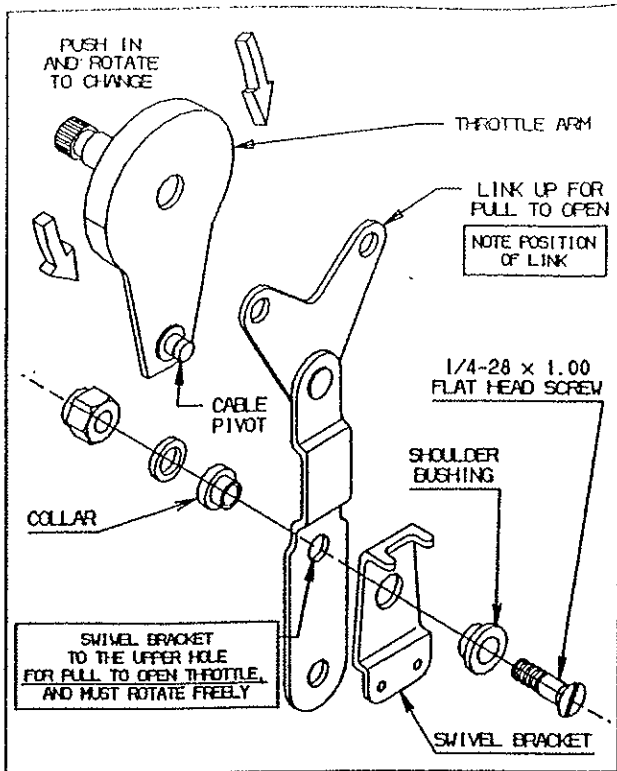

Fig. 4 - "Pull to Open" Setting.
- Controllare ed annotare l'orientamento della levetta gas, la sistemazione del gruppo di collegamento e la posizione della staffa oscillante. (Riferirsi alle Figure 4 e 5).